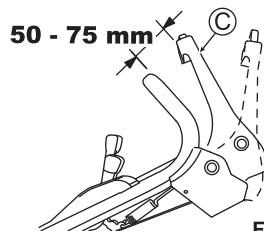

Fig. 31
Régalez de telle façon que la lame commence à tourner lorsque la distance entre le levier d'embrayage de la lame (C) et le guidon est de 50 - 75 mm, avec le bouton jaune enfoncé ainsi qu'illustré dans la Fig. 31.